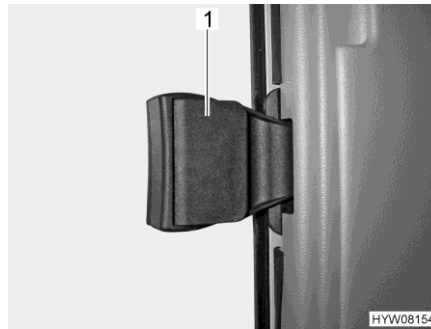

Bild 40 Beifahrerfenster
- Griff (Bild 40,1) herausklappen.